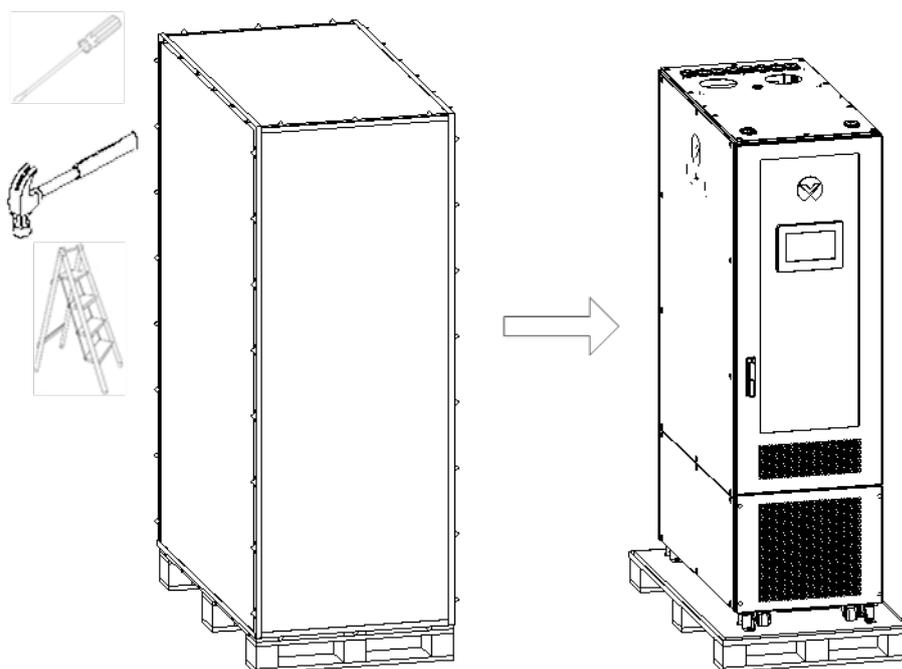

図 2-6 木製梱包されている場合の開梱
- 3) 木箱に梱包されている場合は、マイナスドライバーとネイルハンマーを使って留め金具を外してからボードを外す(図 2-6 参照)。